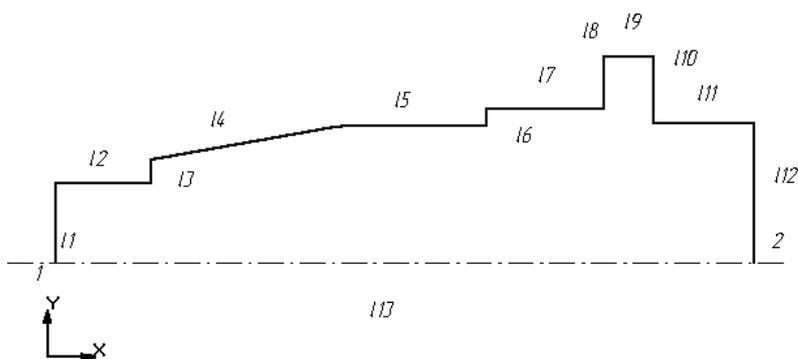

Рис. 3
4. Вызовите команду **Ровнять точки по горизонтали**  и примените ее к любым точкам отрезков **15** и **111**. Результат наложения перечисленных отношений и связей приведен на рис. 3.
5. Вызовите команду **Зафиксировать точку**  и зафиксируйте точку **2** (см. рис. 3).